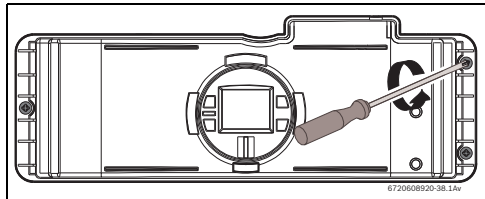
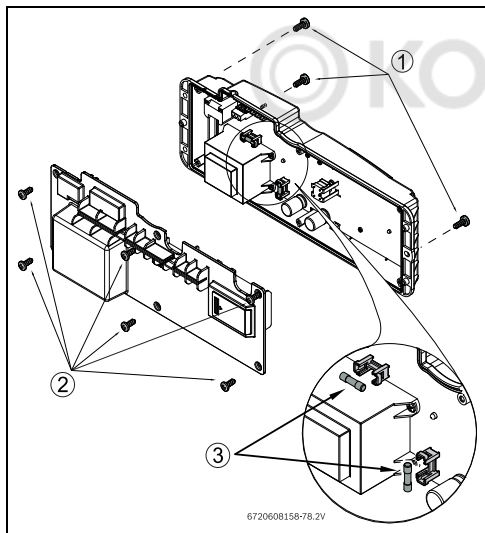

Рис. 56
Рис. 57 Положение предохранителей
- ▶ отпустите три винта на блоке управления (Рис. 56 , Рис. 57 , поз. 2).
- ▶ Отпустите шесть винтов на задней крышке блока управления, см. Рис. 57 , поз.2.
- ▶ Ослабьте три винта блока управления (Рис. 56 ).